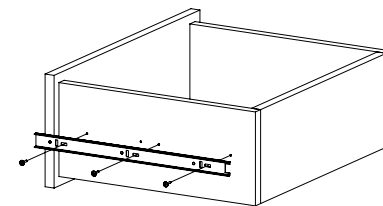

Рис.8
8. Внутренние планки телескопических направляющих закрепите на деталях 8, 9 при помощи шурупов 3,5x16 (Рис. 8).